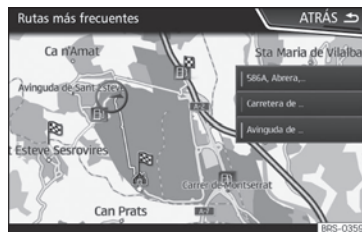

Fig. 186 Navegación predictiva
- En la pantalla principal del Menú de navegación, pulse en la ventana emergente la tecla **RUTAS FRECUENTES**. Para visualizar las rutas habituales pulse el botón **Mostrar en mapa** » » » **fig. 186.**